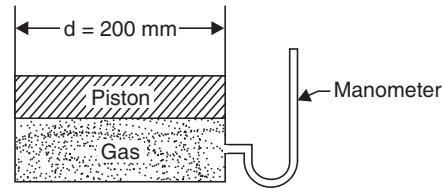

Fig. 1.27
**Solution.** Refer Fig. 1.27.